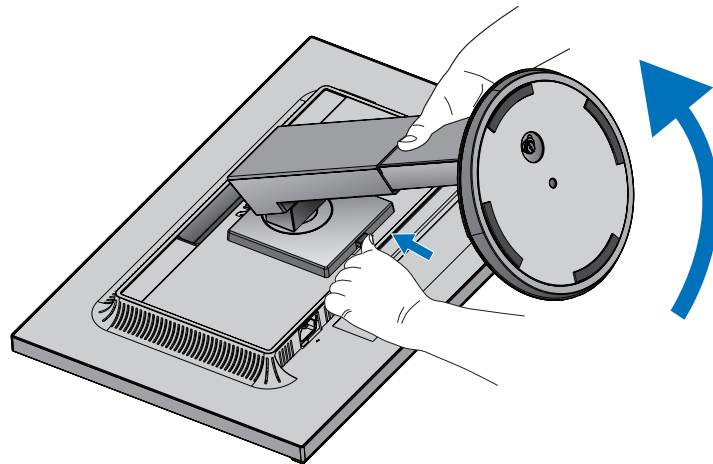

Figura S.1
3. Sitúe el monitor boca abajo en una superficie no abrasiva (**figura S.1**).
4. Coloque una mano alrededor de la base y otra en la palanca de aflojamiento rápido. Mantenga apretada la palanca de aflojamiento rápido en la dirección indicada por la flecha (**figura S.1**).
5. Levante el soporte para desconectarla del monitor (**figura S.1**).